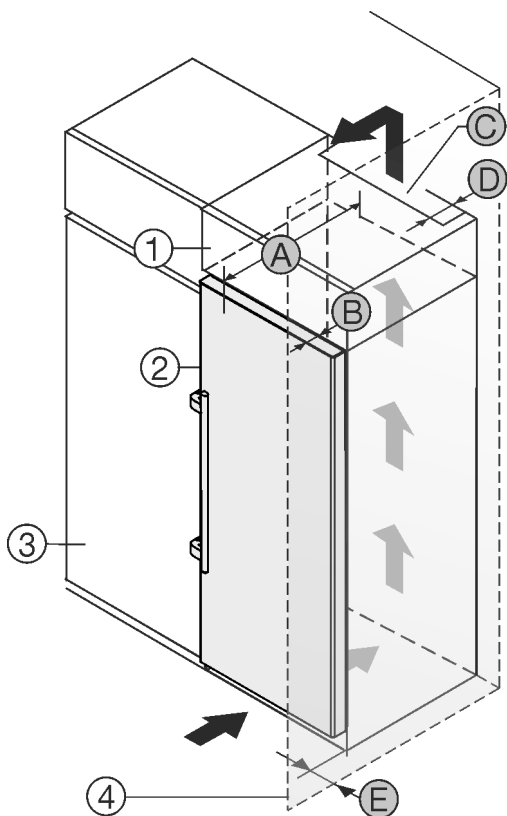

Fig. 2
- (1) Nastavná skříňka\*
- (2) Přístroj\*
- (3) Kuchyňská skříň\*
- (4) Stěna\*
- (A) Hloubka přístroje\*
- (B) Hloubka dveřík\*
- (C) Ventilační průřez\*
- (D) Vzdálenost zadní strany přístroje\*
- (E) Vzdálenost k zadní straně přístroje\*
Můžete přístroj nainstalovat přímo vedle kuchyňské skříňky Fig. 2 (3).\*
Na zadní straně nastavné skříňky musí být větrací šachta hluboká Fig. 2 (D) přes celou šířku nastavné skříňky.\*
Pod stropem místnosti musí být dodržen ventilační průřez Fig. 2 (C).\*
Když přístroj instalujete závěsy vedle stěny Fig. 2 (4), musí být vzdálenost mezi přístrojem a stěnou minimálně 57 mm. To odpovídá přesahu madla při otevřených dveřích.\*
Aby bylo možné dveřka plně otevřít, musí přístroj přesahovat o hloubku dveřík Fig. 2 (B) vůči přední linii kuchyňské skříňky. V závislosti na hloubce kuchyňských skříňek Fig. 2 (3) a použití vymezovačů odstupu od stěny může přístroj vyčnívat dále.\*